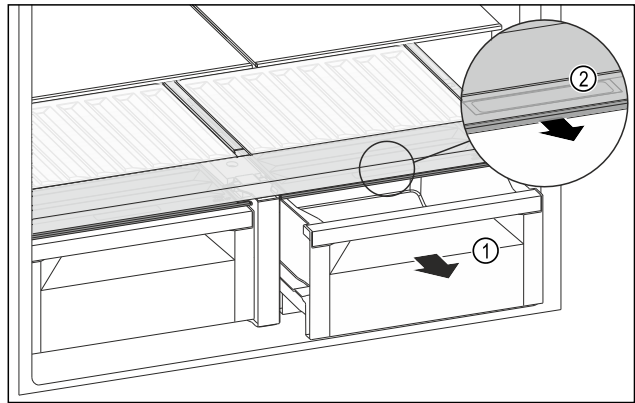

Fig. 127
- Retirer le tiroir *Fig. 127 (1)*.
- Saisir la poignée encastrée *Fig. 127 (2)* du couvercle du compartiment et tirer le couvercle du compartiment par l'avant.